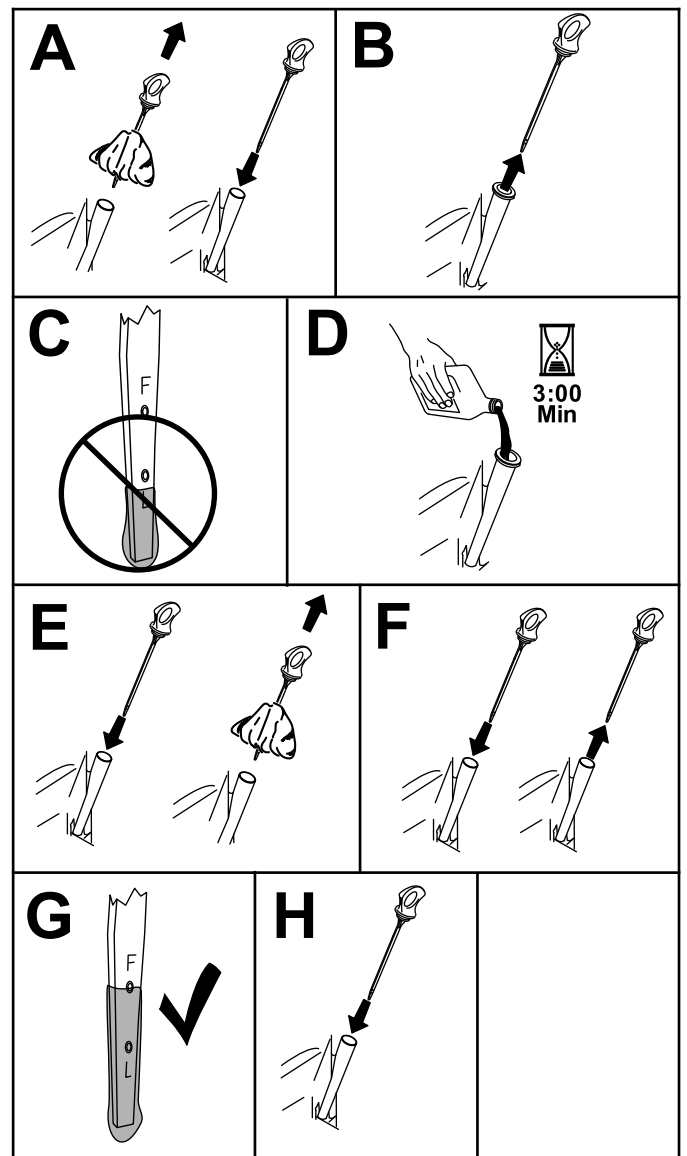

Figura 46
3. Per tenere lo sporco, gli sfalci d'erba, ecc, lontani dal motore, pulite l'area attorno al tappo del serbatoio dell'olio e all'asta di livello prima di rimuoverlo (Figura 46).